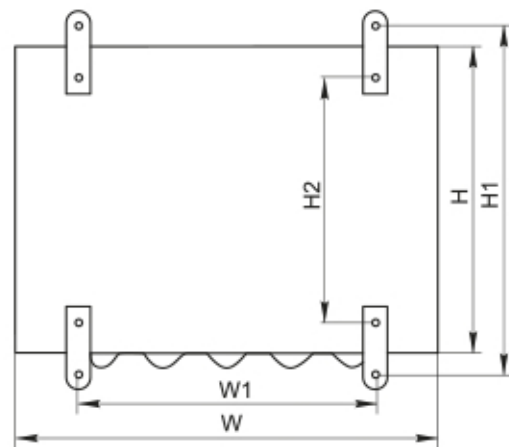

Рисунок 1 – Вид корпуса сзади
- 4.5 На задней стенке выполнены отверстия для навески на стену (рисунок 1).